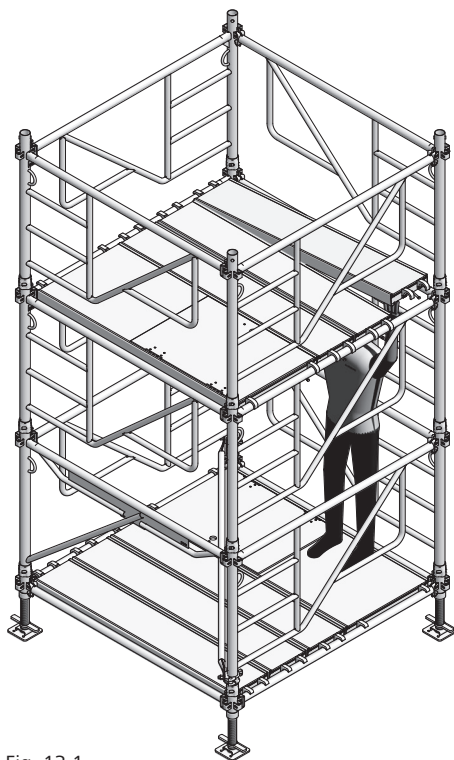

Fig. 13.1
17. Démontez les plateaux du niveau 1 pour les installer au niveau 2 (Fig.13.1).